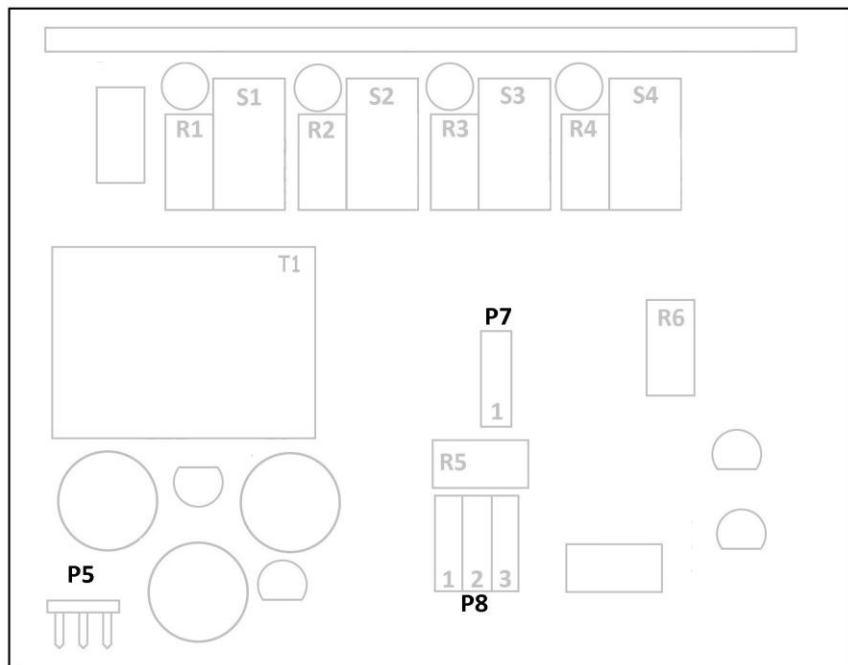

Рис. 1 Расположение регулировочных элементов, плата преобразователя
1.1. Преобразователь предназначен для установки в электрические исполнительные механизмы с целью преобразования положения выходного органа механизма в пропорциональный электрический сигнал и сигнализации или блокирования в крайних или промежуточных положениях выходного органа, а также управления положением выходного органа механизма от входного управляющего сигнала. Для визуального определения положения выходного органа механизмов фланцевого исполнения конструкция ППТ-3-2М изготовлена с цифровым указателем положения в %, который подключается к разъему P5 рисунок 1.